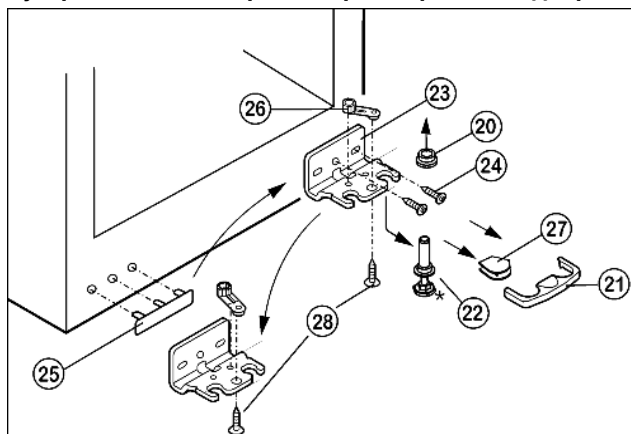

Fig. 9
- ▶ Предохранитель Fig. 9 (21) снимите движением вперед.
- ▶ Снимите крышку Fig. 9 (27).*
- ▶ Полностью вверните регулируемую опору Fig. 9 (22).
- ▶ Вытяните опорный палец Fig. 9 (22) вниз и вперед. При этом следите за гнездом шарнира Fig. 9 (20).
- ▶ Открутите опорный кронштейн Fig. 9 (23) (2 шт. Torx 25) Fig. 9 (24).
- ▶ Открутите опорную деталь Fig. 9 (26) (1 Torx 25) Fig. 9 (28) и, переставив в отверстие на противоположной стороне опорного кронштейна, снова прикрутите.
- ▶ Осторожно приподнимите и переставьте крышку Fig. 9 (25) со стороны ручки.
- ▶ Снова прикрутите опорный кронштейн Fig. 9 (23) на новой стороне шарнира, при необходимости с помощью аккумуляторного шуруповерта через внешний продольный паз и круглое отверстие.
- ▶ Установите крышку Fig. 9 (27) на противоположной стороне.*
- ▶ Предохранитель (21) нужно зафиксировать сбоку на кронштейне, чтобы опорный палец и двери были защищены от выпадения.
- ▶ Снова защелкните предохранитель (21) на опорном кронштейне.
- ▶ Наденьте гнездо шарнира Fig. 9 (20).
- ▶ Установите дверцу сверху на нижний опорный палец Fig. 9 (22).
- ▶ Выверните средний винт на нижнем опорном кронштейне Fig. 9 (23).*
- ▶ Переставьте средний винт на нижнем опорном кронштейне Fig. 9 (23) в свободный продольный паз.*
- ▶ При необходимости выровняйте дверцы через два продольных паза в нижнем опорном кронштейне Fig. 9 (23) параллельно корпусу устройства.